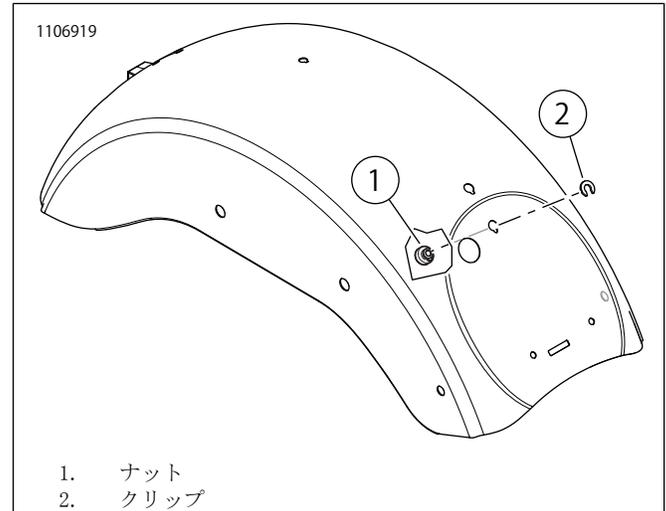

図1。フェンダーシートナット(標準)
- 「図1」を参照してください。シートのクリップ(2)とリテーニングナット(1)を取り外します。